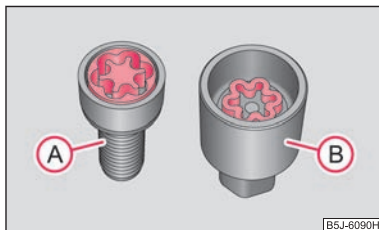

Fig. 152 Șurub de siguranță cu adaptor
- Introduceți adaptorul (B) cu partea zimțată până la limită pe interiorul zimțat al șurubului de siguranță (A), astfel încât să se mai vadă numai partea hexagonală ⇒ fig. 152.
- Împingeți cheia de roată până la capăt, pe adaptor (B).